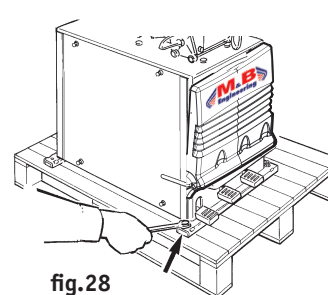

fig.28
- Svitare i 2 dadi che fissano la macchina al pallet (fig.28).
- Unscrew the two screws that fix the machine to the pallet (fig.28).
- Dévisser les 2 écrous qui fixent l'appareil au palet (fig. 28).
- Die zwei Muttern abschrauben, mit denen das Gerät auf der Holzpalette festgemacht ist (Abb. 28) .
- Destornille las 2 tuercas que fijan la máquina sobre el palet (fig. 28).